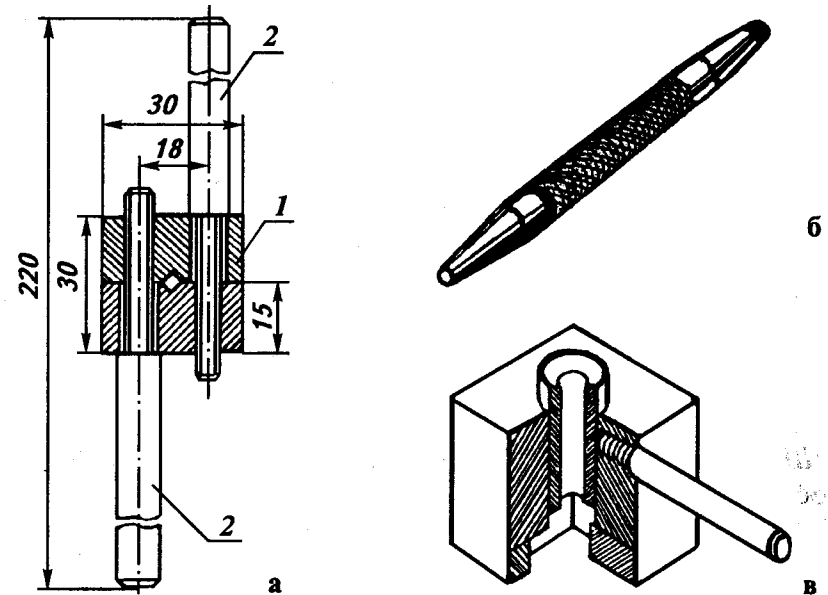
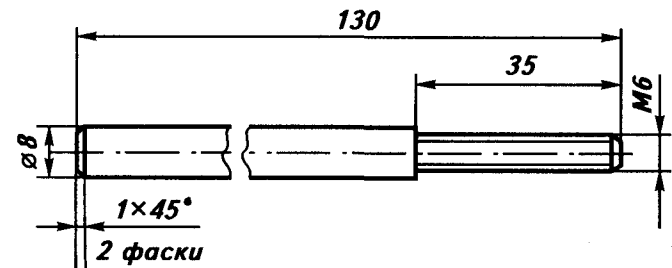

Рис. 57. Изделия, выполненные на токарном и фрезерном станках:
Рис. 60. Ручка воротка (см. рис. 57)
При изготовлении деталей на токарном и фрезерном станках пользуются той же *графической документацией*, что и при изготовлении деталей из сортового проката: чертежами, эскизами, техническими рисунками (рис. 57).
Торцевые кромки деталей вращения, как правило, срезают на конус и образуется *фаска*. Фаска облегчает сборку деталей и защищает руку токаря или слесаря-сборщика от порезов. Обозначение фаски показано на рис. 60. Цифра 1 показывает высоту фаски (в мм), а число  $45^\circ$  – угол, под которым ее срезают.
На ручке воротка справа (рис. 60) показана *наружная резьба* М6. Буква М обозначает, что резьба *метрическая*, а цифра показывает, что наружный диаметр резьбы равен 6 мм. Если мысленно рассечь метрическую резьбу секущей плоскостью, проходящей через ось вращения детали, то в сечении мы увидим *профиль резьбы* в виде треугольных выступов и впадин с углом при вершине  $60^\circ$ . На рис. 57, а показана *внутренняя* резьба в деталях воротка.
1. Выполните чертеж зажима воротка (рис. 57, а), кернера (рис. 57, б), кондуктора для сверления отверстий (рис. 57, в) или других деталей, предложенных учителем.